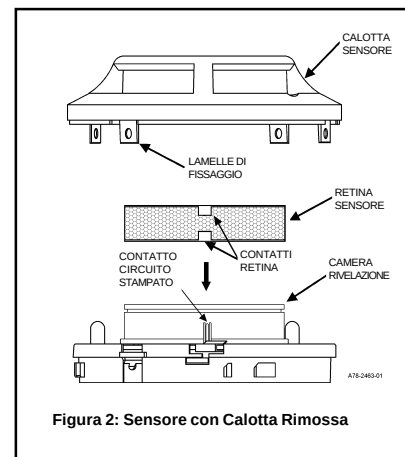

Figura 2: Sensore con Calotta Rimossa
- Retire la tapa del detector. (Nota: Puede que algunas normativas locales prohíban retirar la tapa en los detectores iónicos). Utilice un pequeño destornillador de hoja plana para soltar con suavidad cada una de las cuatro lengüetas de sujeción de la tapa (véase Figura 2).